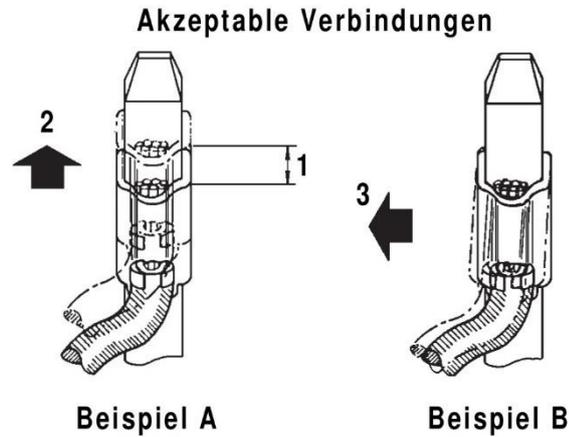

Abbildung 30: Akzeptable Verbindungen
- c. Clip kann sich bewegen; bevor der Anzeigering sichtbar wird, darf er sich jedoch nicht mehr als um die Hälfte seiner Länge verschieben siehe Abbildung 30: Akzeptable Verbindungen / Beispiel A.
- d. Seitliche Bewegungen des Clips während der Zugprüfung Abbildung 30: Akzeptable Verbindungen / Beispiel B haben keinen Einfluss auf die Qualität der Verbindung.
- d. Clip kann sich bewegen, jedoch nicht mehr als um die Hälfte seiner Länge bevor die eingestellte Kraft erreicht wird (siehe Abbildung 30: Akzeptable Verbindungen/ Beispiel A).
- e. Seitliche Bewegungen des Clips während der Zugprüfung (siehe Abbildung 30: Akzeptable Verbindungen / Beispiel B) haben keinen Einfluss auf die Qualität der Verbindung.